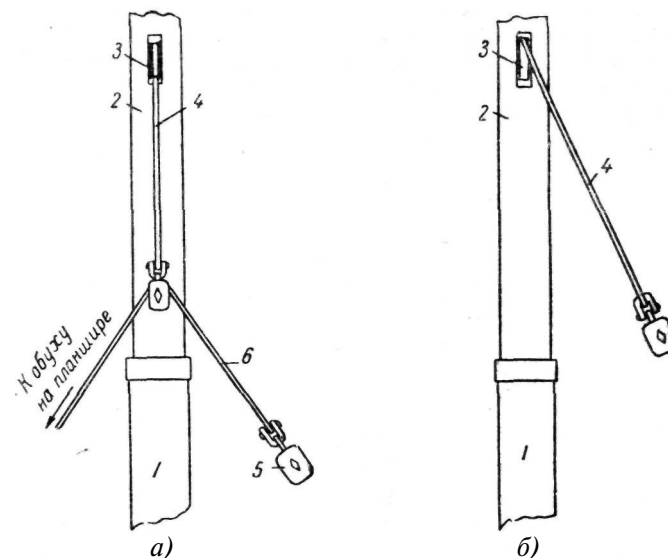

Рис. 45. Проводка марса-фала:
1) марса-фал основывается из стального шкентеля — драйрепа, стального мантиля и талей между трехшкивным (верхний) и двухшкивным (нижний) блоками (рис. 45, а).
2) марса-фал основывается из стального шкентеля и талей, таких же, как и при первом способе (рис. 45, б).